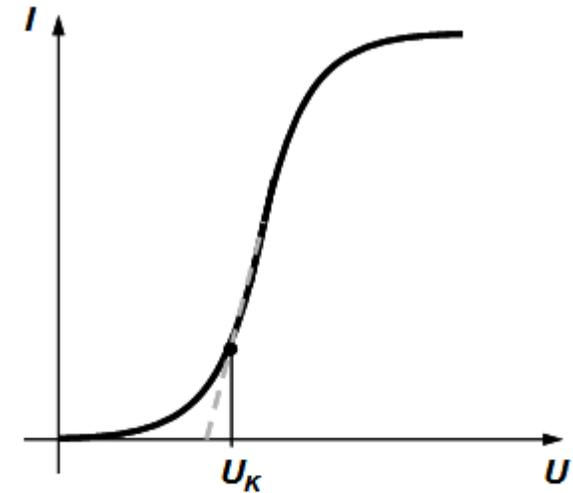

Bild 1: ZnO-Varistorkennlinie.
a) Gegeben ist die Strom-Spannungskennlinie eines ZnO-Varistors (Bild 1). Welchen Bereich der Kennlinie beschreibt die Varistorgleichung aus der Formelsammlung? Tragen Sie den Gültigkeitsbereich in das Diagramm ein. **(1 Punkt)**
a) Gegeben ist die Strom-Spannungskennlinie eines ZnO-Varistors (Bild 1). Von der Kennlinie beschreibt die Varistorgleichung aus der Formelsammlung? Gültigkeitsbereich in das Diagramm ein. (1 Punkt)